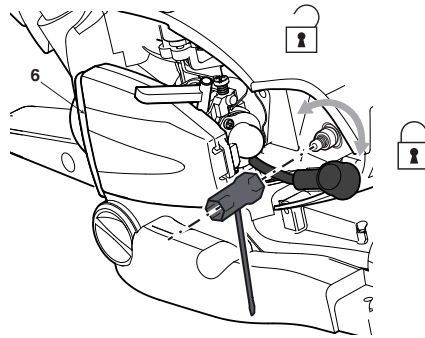

Fig. 21
- > Débrancher la bougie d'allumage du raccord [5] (Fig. 21)
- > Desserrer la bougie d'allumage avec la clé pour bougie d'allumage [20] et enlevez-la délicatement (Fig. 21)